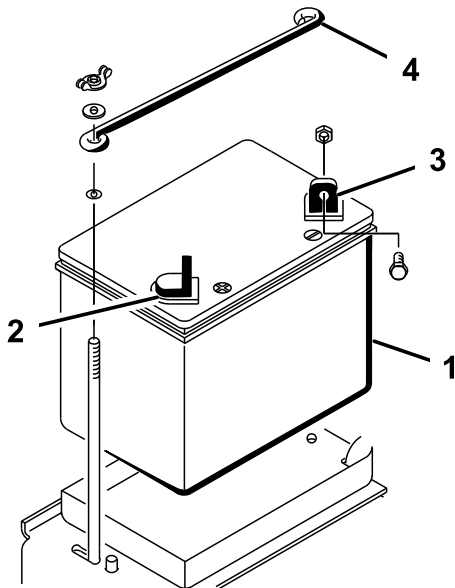

Figure 5
1. Placez la batterie sur son support derrière la roue droite, en positionnant la borne négative vers l'arrière de la machine (Figure 5).